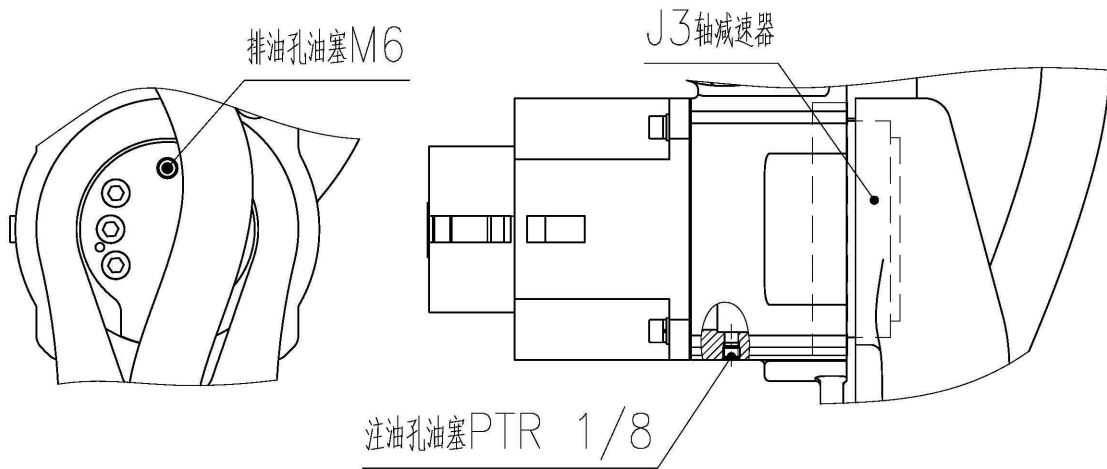

图 20 J3 轴减速机局部结构
(1) 油脂补充步骤（参考图 20）
- ④ 安装排油孔油塞前，低速运转 J3 轴几分钟，使多余的油脂从排油孔排出；
- ⑤ 用布擦净从排油孔排出的多余的油脂，在排油孔安装油塞。油塞的螺纹处要缠生胶带并用扳手拧紧。
(2) 油脂更换步骤（参考图 20）